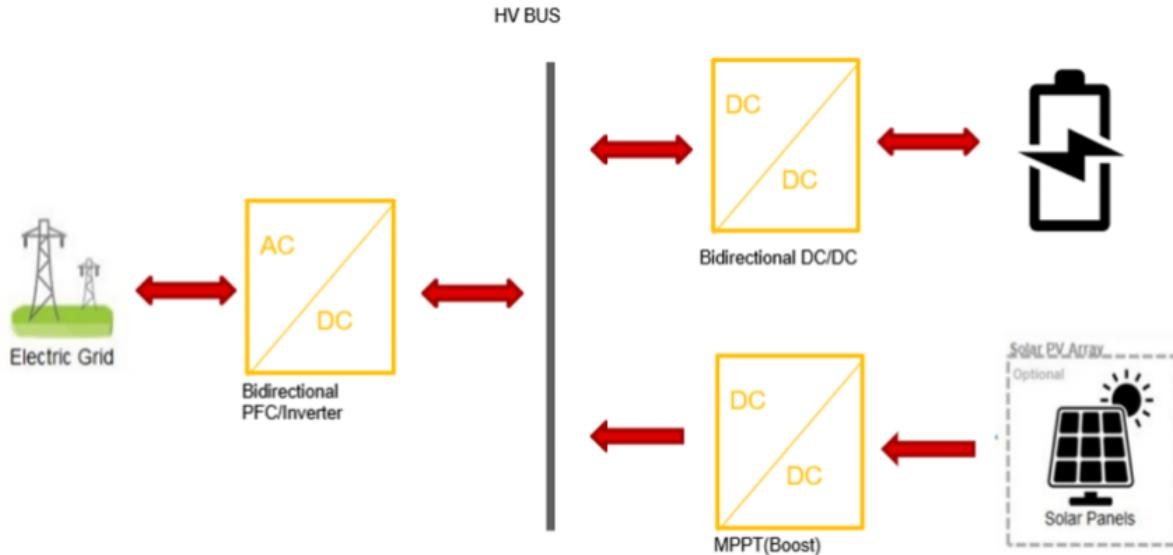

図 1. 双方向力率補正 (PFC) / インバータ、双方向 DC/DC コンバータ、最大電力点追従制御 (MPPT) を搭載した住宅用 ESS のブロック図。出典: テキサス・インスツルメンツ
双方向のコンデンサ - インダクタ - インダクタ - コンデンサ (CLLLC) などの單一段絶縁型コンバータは、エネルギーストレージシステム (ESS) では一般的なタイプのコンバータで、システムコストを削減し、電力密度を向上させます。CLLLC のゲイン曲線はより平坦になります。ただし、スイッチング周波数 (f_s) が直列共振周波数 (f_r) より高い場合、ゲイン曲線は望ましくないレベルで平坦になります。トランジストと MOSFET の寄生容量もコンバータのゲイン [1] に影響を与えます。これにより、コンバータの出力電圧がレギュレーションの範囲外になります。この Power Tip では、この非直線性を除去するため、CLLLC 制御アルゴリズムと同期整流器 (SR) により制御方式を紹介し、3.6kW のプロトタイプコンバータを使用して性能を検証します。図 1 は、住宅用 ESS のブロック図です。